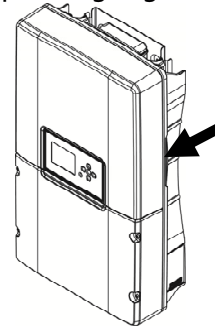

Abbildung 2.4.2: „Griffe“
- Beide Seiten des Wechselrichtergehäuses liegen eng aneinander an, um das Gerät fest zu umschließen. Nehmen Sie den Wechselrichter mithilfe der in *Abbildung 2.4.2* gezeigten „Griffe“ vorsichtig aus dem Karton.